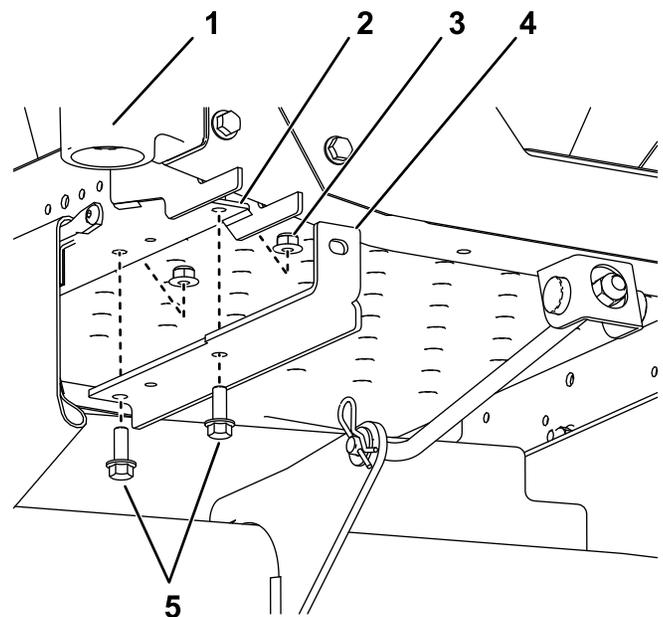

Figura 2
1. Instale os suportes de montagem do peso no lado inferior da estrutura utilizando dois parafusos (3/8 pol. x 1 pol.) e duas porcas de bloqueio (3/8 pol.) como se mostra na Figura 2.